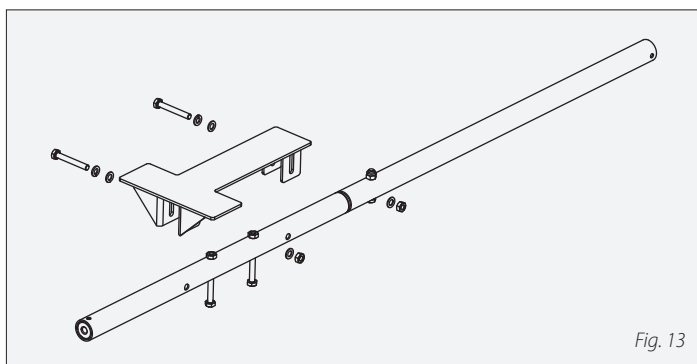

Fig. 13
Attacher le support de moteur (8) à la barre centrale (5) avec les vis M6 (13), rondelles plates M6 (19), rondelles-freins élastiques M6 (21) et écrous M6 (15), comme illustré aux **figures 13** et **14**. La visserie doit être posée de telle manière que la hauteur du support de moteur puisse être ajustée ultérieurement.